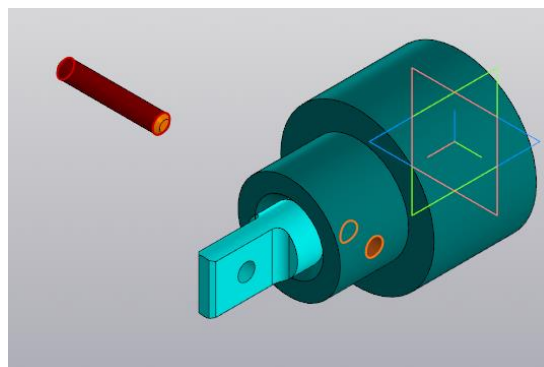

Рисунок 163.
16. Штифт станет на одну ось с отверстием корпуса (рисунок 163).